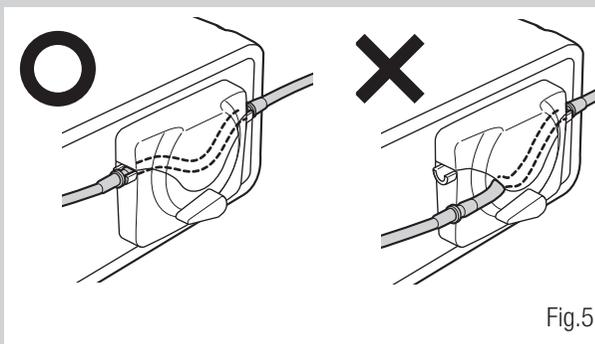

Fig.5
- Certifique-se de que o tubo está colocado nos rolos, de forma segura, ao fechar a tampa da bomba. Se o tubo não estiver correctamente posicionado nos rolos e a tampa for fechada, o tubo pode ficar cortado ou rasgado. (Fig.5)